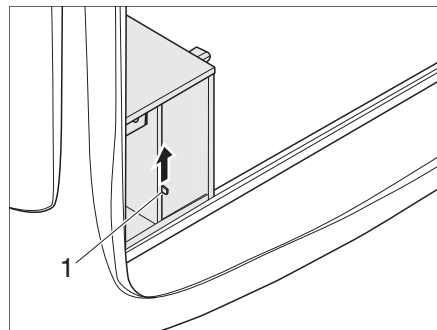

Fig. 73 Verrouillage du support du réchaud à gaz
- ▶ Déplacer le verrouillage (Fig. 73,1) vers le haut.